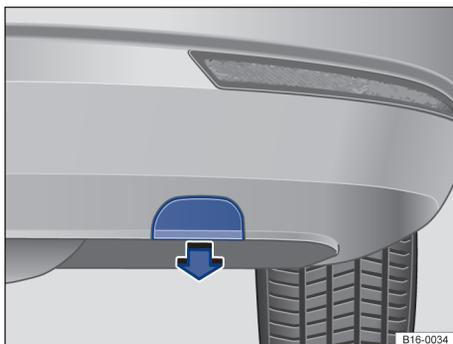

Fig. 209 En el lado derecho del paragolpes trasero: retirar la tapa.
- Desplace la tapa con cuidado hacia fuera en el sentido de la flecha ⇒ **fig. 209**. Es probable que tenga que emplear bastante fuerza.
- Introduzca la tapa en el paragolpes en el sentido contrario al de la flecha, hasta el tope ⇒ **fig. 209**.